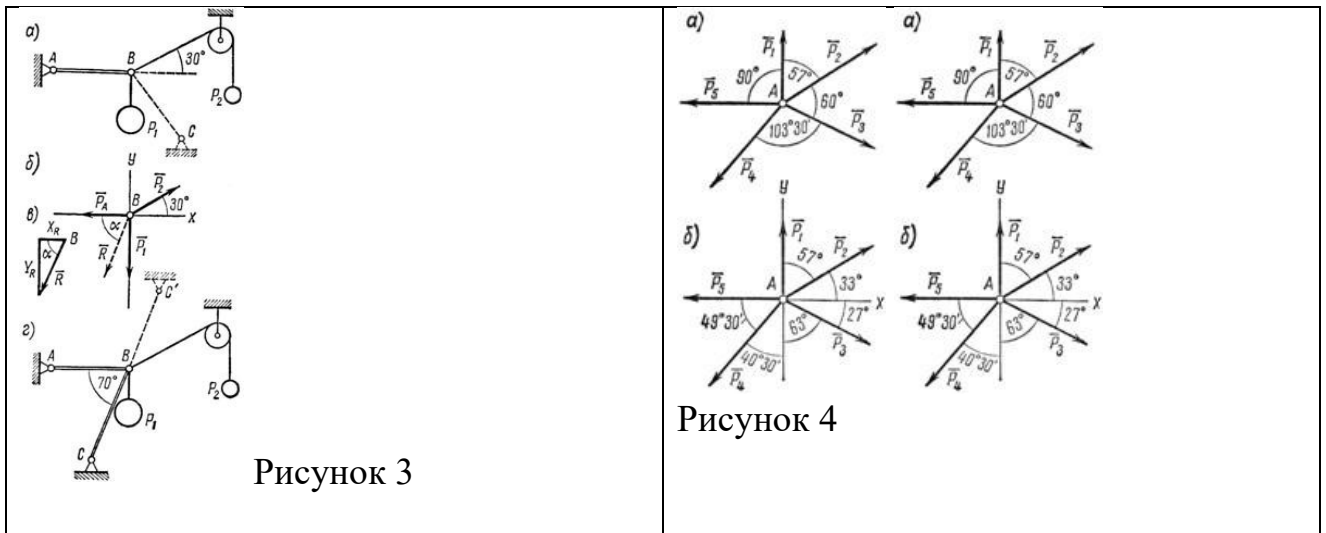

Рисунок 3
2. На конце В горизонтального стержня АВ необходимо прикрепить две нити с грузами $P_1 = 4\text{ кН}$ и $P_2 = 0,8\text{ кН}$, как показано на рис. 3, а. Под каким углом к этому стержню следует присоединить второй стержень ВС, чтобы стержень АВ растягивался силой $P_A = 2\text{ кН}$. Какое усилие при этом будет испытывать стержень ВС?